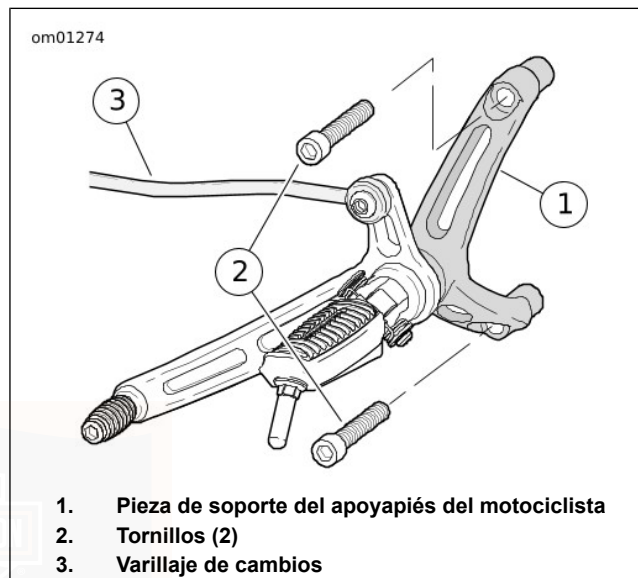

Figura 39. Conjunto del apoyapiés del motociclista (lado izquierdo): Modelo XR 1200
5. Vea la Figura 39. En el modelo XR 1200, extraiga los tornillos y separe la pieza de soporte del apoyapiés del motociclista del lado izquierdo del vehículo. Con el varillaje de cambios aún acoplado, baje el conjunto del apoyapiés para tener acceso a los tornillos de la cubierta de inspección del embrague.
9. Vea la Figura 39. En el modelo XR 1200, extraiga los tornillos y separe la pieza de soporte del apoyapiés del motociclista del lado izquierdo del vehículo. Con el varillaje de cambios aún acoplado, baje el conjunto del apoyapiés para tener acceso a los tornillos de la cubierta de inspección del embrague.